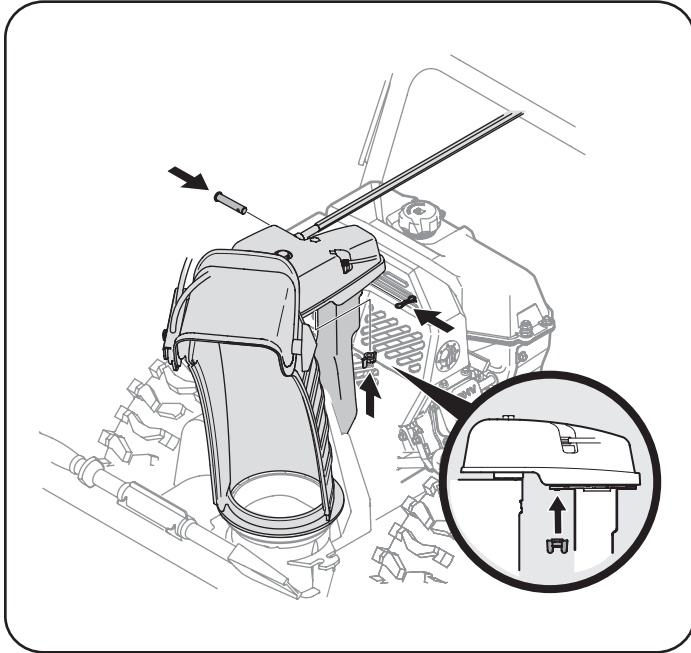

Figura 10
9. Termine asegurando el cabezal de control del canal a la ménsula de soporte del canal con la tuerca de mariposa y el pasador de horquilla y el pasador de claveta con unión curva retirados en el Paso 2. Vea la Figura 10.